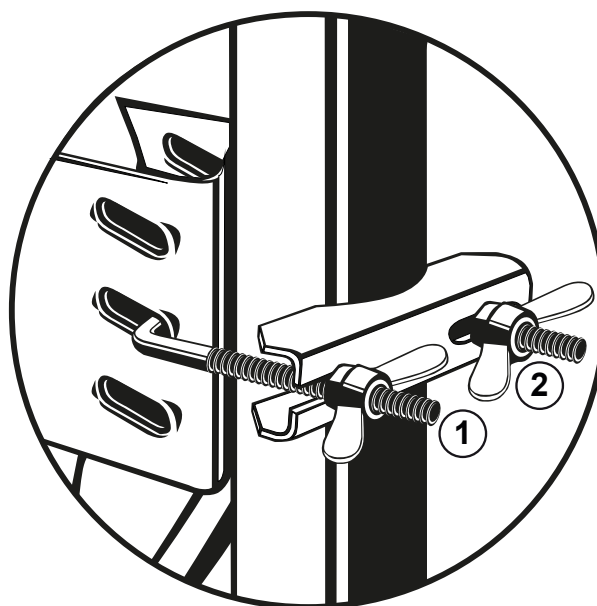

Abb. 8: Richtung (Azimut) einstellen
2. Die Flügelmuttern an der Mastschelle leicht lösen (①, ② in Abb. 8).